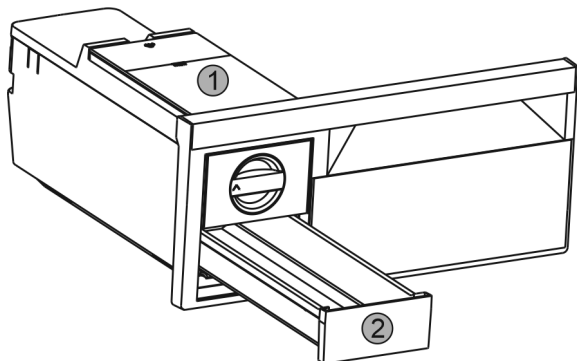

Fig. 55
- ▶ Wyjąć zbiornik wody Fig. 55 (1) i szufladę na kostki lodu Fig. 55 (2).